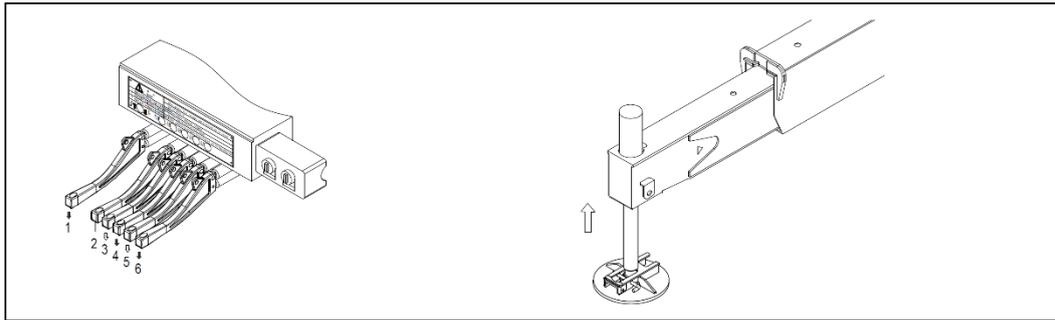

Figura 4-63 Estender cilindro vertical
- 3) Mova a alavanca 1 para cima, para retraindo os cilindros verticais completamente. Consulte a figura 4-63.